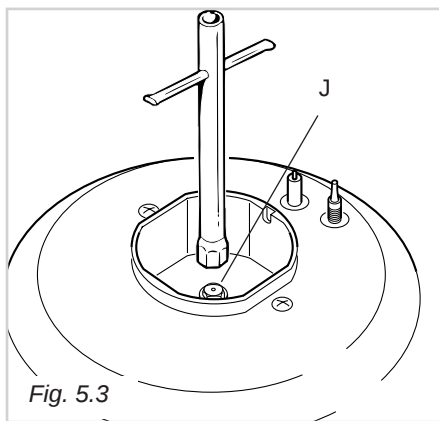

Fig. 5.3
- ✓ Con una llave fija cambie las boquillas "J" (Fig. 5.3 - 5.4) con los inyectores relativos al gas que se utilice.